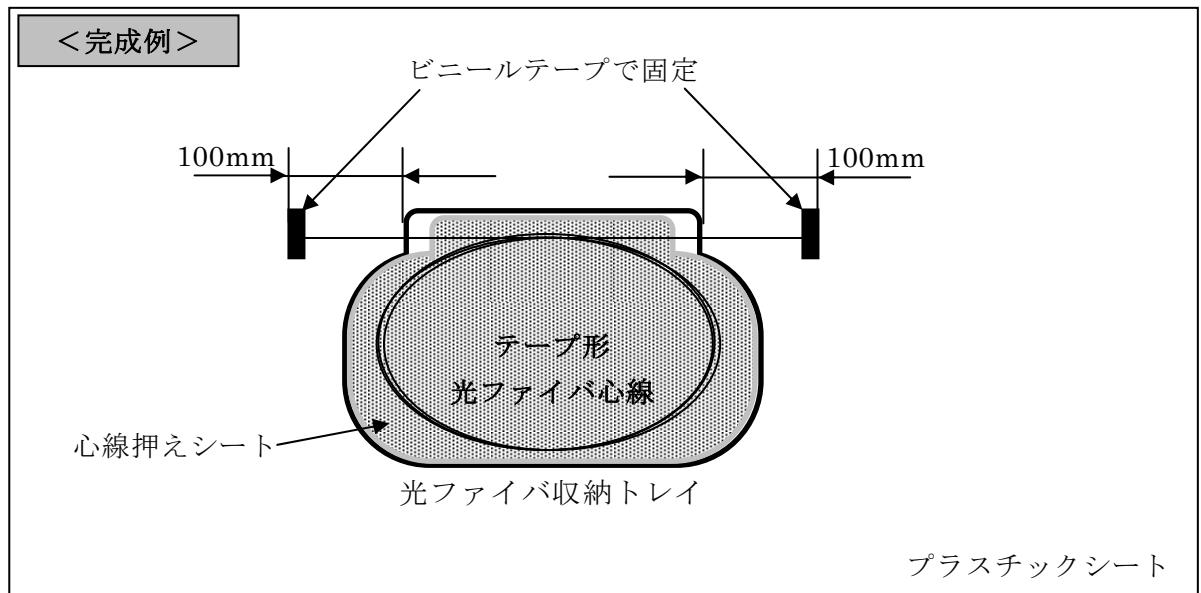

図1 光ケーブル配線施工業課題
- (1)図1を参考にして、支給されたプラスチックシート上の中心付近に光ファイバ収納トレイを設置、固定する。
- (2)光ファイバ収納トレイの上部端から $100\pm10\text{mm}$ の範囲内に、支給された長さのテープ形光ファイバ心線の両端をビニールテープで固定する。この際に固定したビニールテープから、テープ形光ファイバ心線がはみ出さないようにする。
- (3)固定したビニールテープは、その後取り外してはならない。**※1**
- (4)固定したテープ形光ファイバ心線をねじれなくトレイに収納する。なお、テープ形光ファイバ心線の許容曲げ半径は、30mm以上とする。収納後、心線押えシートを取り付ける。